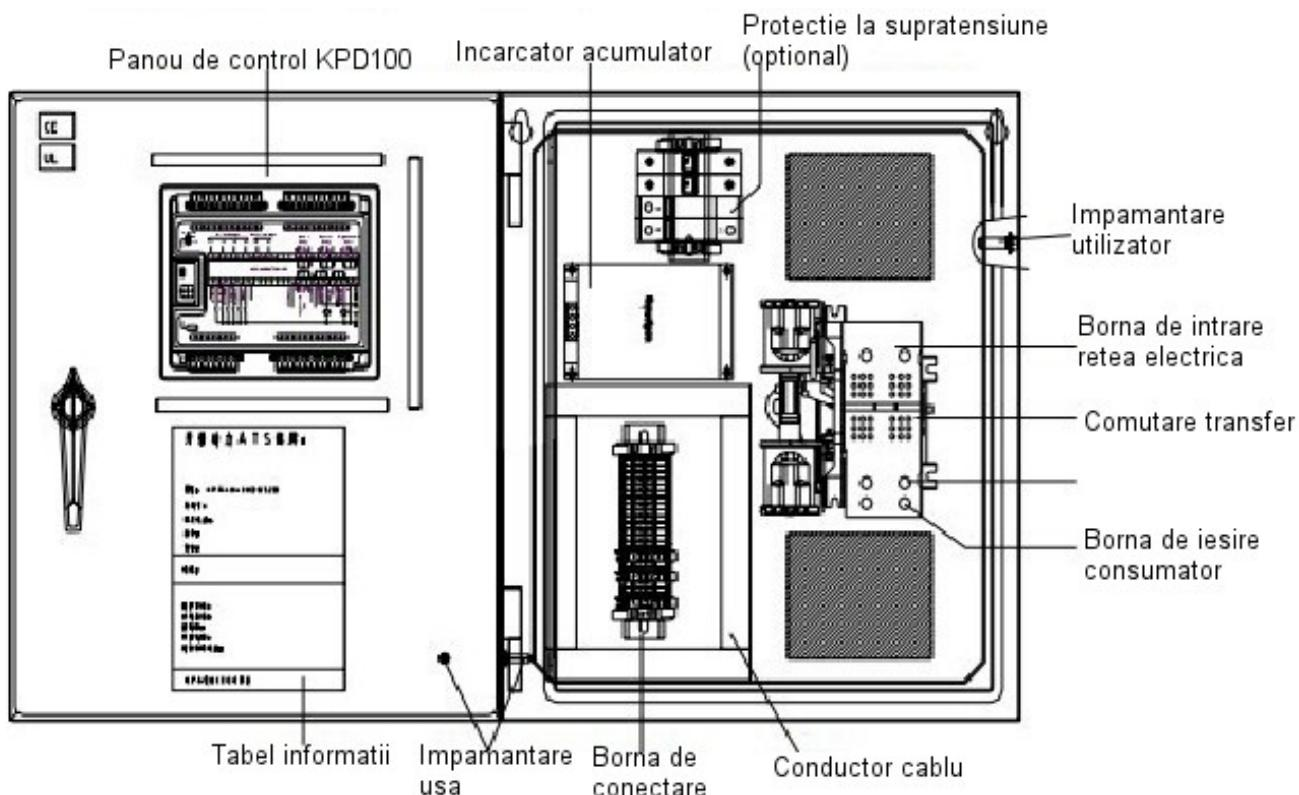

Fig. 3-15 Aranjarea bornelor ale comutatorului de transfer cu 2-poli de 200A (inc. comutator de transfer de 100A)
- C) Intensitatea admisibila a curentului pentru conductor trebuie sa fie suficient de mare pentru a suporta curentul nominal necesar pentru conexiunea dintre borna comutatorului de transfer si reteaua electrica, consumator si generator. Faza retelei electrice si a generatorului trebuie sa fie la fel (a se vedea Fig. 3-15 ~ 3-18).